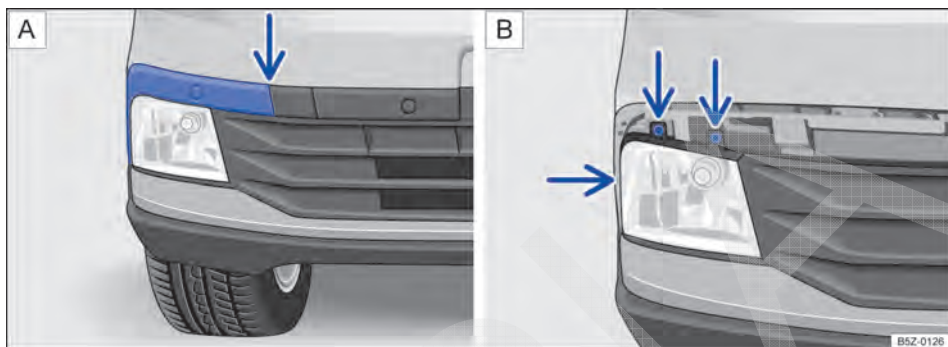

Fig. 139 No para-choque dianteiro: **A** desinstalar a moldura do farol de neblina e **B** retirar os parafusos do farol de neblina.
Desencaixar a moldura, cuidadosamente → , primeiramente pelo local indicado pela seta → Fig. 139 A. Remover completamente para acessar os parafusos do farol de neblina.
4. Retirar os parafusos indicados pelas setas → Fig. 139 B.
14. Recolocar os parafusos indicados pelas setas → Fig. 139 B para fixar o farol de neblina.
15. Recolocar a moldura da esquerda para a direita → Fig. 139 A.